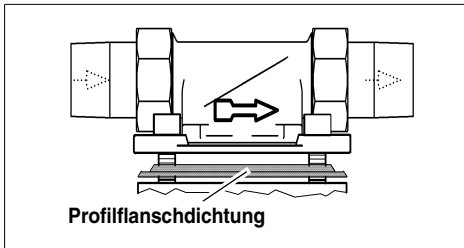

Abb. 3: Einbaudrehflansch
**Der Einbaudrehflansch muss in Fließrichtung installiert werden. Diese ist durch einen eingegossenen Pfeil gekennzeichnet (siehe Abb. 3).**
Das Profil der Profilflanschdichtung muss zum Einbaudrehflansch zeigen (siehe Abb. 3). Wird dies nicht beachtet, so kann es zu Undichtheiten und zum Austreten von Wasser kommen. Dabei können Wasserschäden an Haus und Einrichtung entstehen.